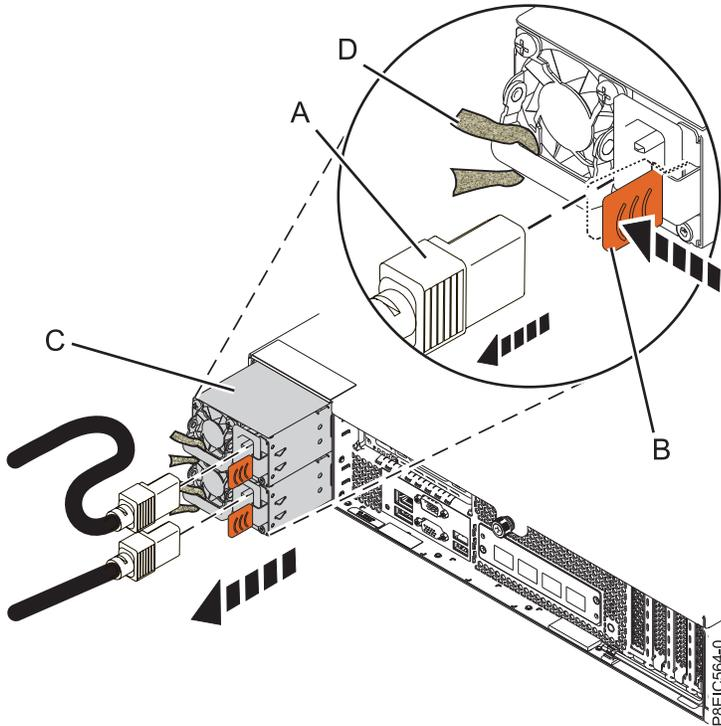

Abbildung 54. Ausbau eines Netzteils aus dem System
- a. Drücken Sie in die angezeigte Richtung auf die Sperrzunge (**B**), um das Netzteil aus seiner Position im System zu lösen. Siehe Abb. 54 auf Seite 88.